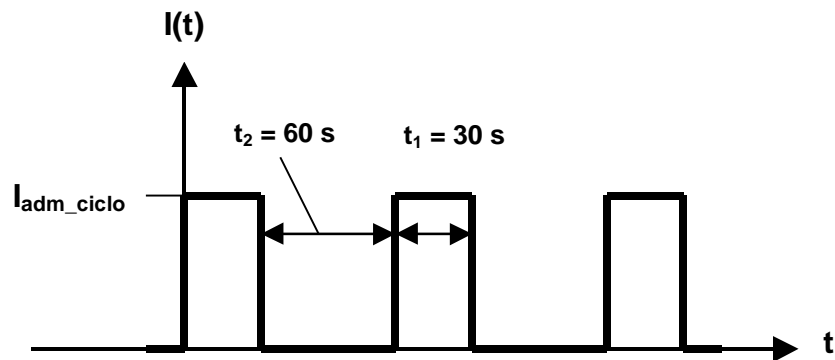

Figura 3 – Ciclo de carga
3.1. Considere o regime cíclico de carga representado na figura 3.
3.2. Calcule o valor da corrente admissível no regime da Figura 3 ( $I_{adm\_ciclo}$ ), utilizando os parâmetros obtidos experimentalmente ( $A_{exp}$  e  $B_{exp}$ ).